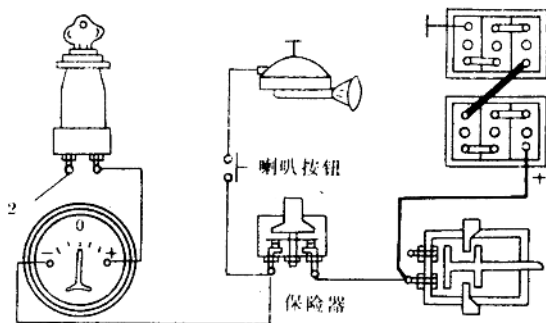

图 1-2 按喇叭进一步检查
(1)水温表等仪表指针不动,说明蓄电池至点火开关接柱2之间的电路(如图1-2所示)有断路故障,应按喇叭进一步查找。